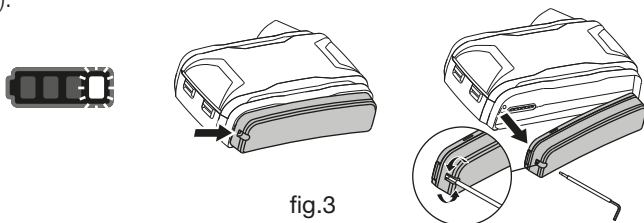

fig.3
- Cuando la batería está baja, el indicador de batería parpadeará y sonará una alarma audible. Por favor, en este puntovaya inmediatamente a un lugar de trabajo seguro. Utilice la llave especial hexagonal interior proporcionada para retirar la batería del soplador (véase la fig.3).